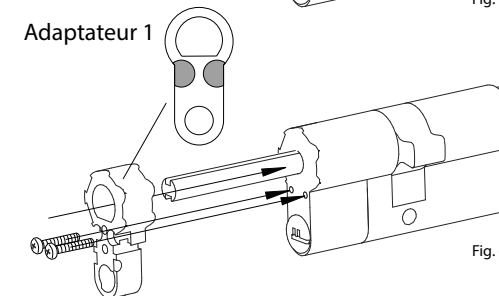

Fig. 6
- 44 - 53 mm = Adaptateur 1 nécessaire (Fig. 6)